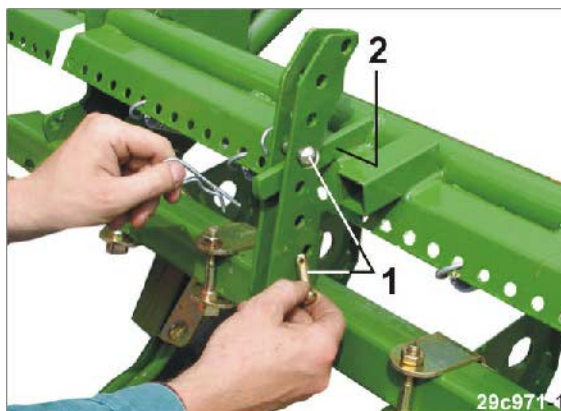

Рис. 127
3. Вставьте каждый палец (Рис. 127/1) ниже и выше рычага (Рис. 127/2) в регулировочный сегмент и застопорите пружинными фиксаторами.